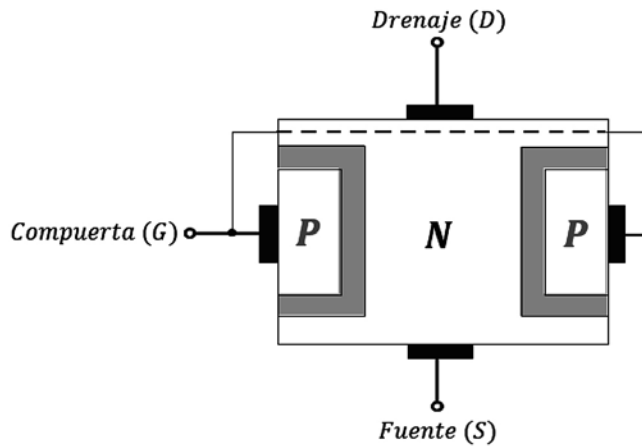

Figura 5.3 Estructura del FET. Fuente: [2]
Al FET lo constituye una estructura tipo N llamada “canal”, junto con dos capas de material tipo P interconectadas entre sí. En la parte superior del canal N está conectado el drenaje (D); en la parte inferior del canal N está conectado el terminal llamado “fuente” (S). Los dos materiales tipo P están interconectados formando el tercer terminal llamado “compuerta” (G), como se muestra en la figura 5.3: